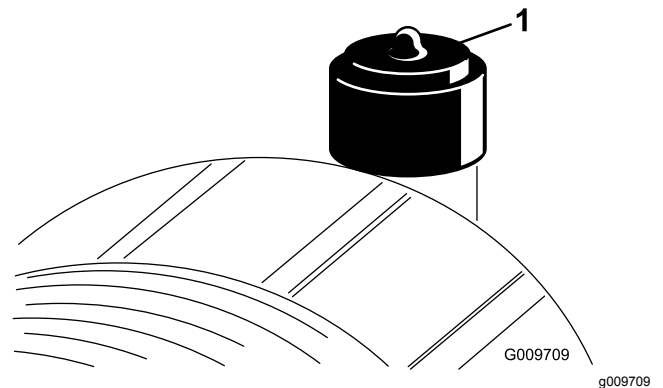

Bild 45
- Tauschen Sie den Luftfiltereinsatz aus, wenn die Luftfilteranzeige (Bild 45) rot ist. Reinigen Sie den Luftfiltereinsatz nicht übermäßig.